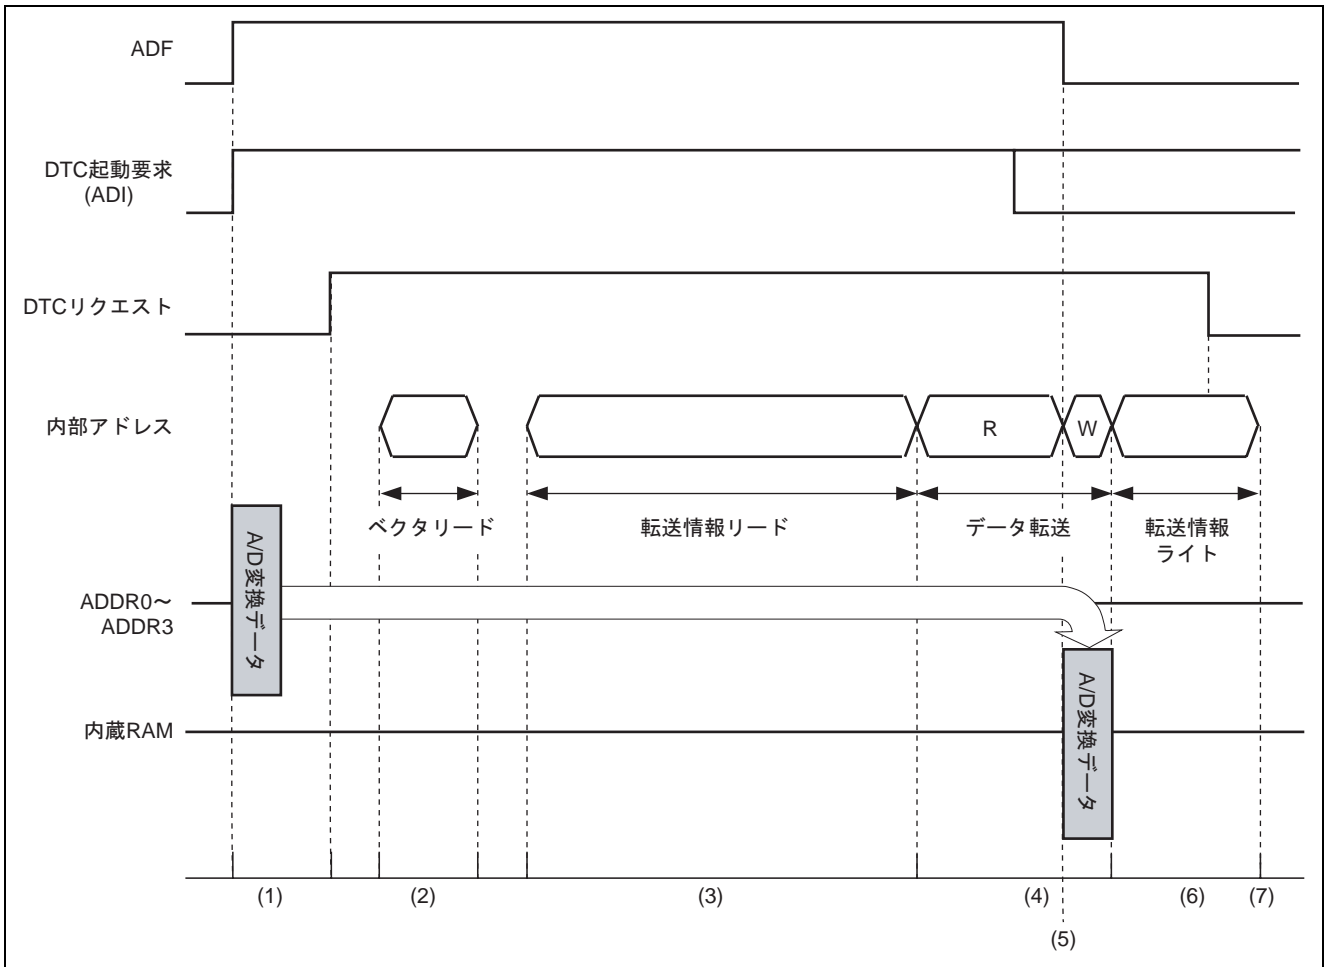

図 5 詳細 DTC 転送タイミングチャート
詳細な DTC 転送 1 回分のタイミングを図 5 に示します。
DTC 転送では、まず DTC 起動要求 (本応用例では ADI 割り込み要求) が発生すると、DTC リクエストが発生し、内部バス権を確保して DTC が起動します (図 5 (1))、事例に設定した ADI 起動要求のベクタテーブルから転送情報の先頭アドレスをリードし (図 5 (2))、この先頭アドレスから転送情報をリードします (図 5 (3))。そして 転送元アドレス (ADDR0) から転送先アドレス (内蔵 RAM) へとデータを転送します (図 5 (4))。ADDR がリードされると ADF ビットは自動的にクリアされます (図 5 (5))。
最後に転送先アドレスをインクリメント 転送情報をライトバックします (図 5 (6))。また、DTC バス権は、転送情報ライトバック後に解放されます (図 5 (7))。